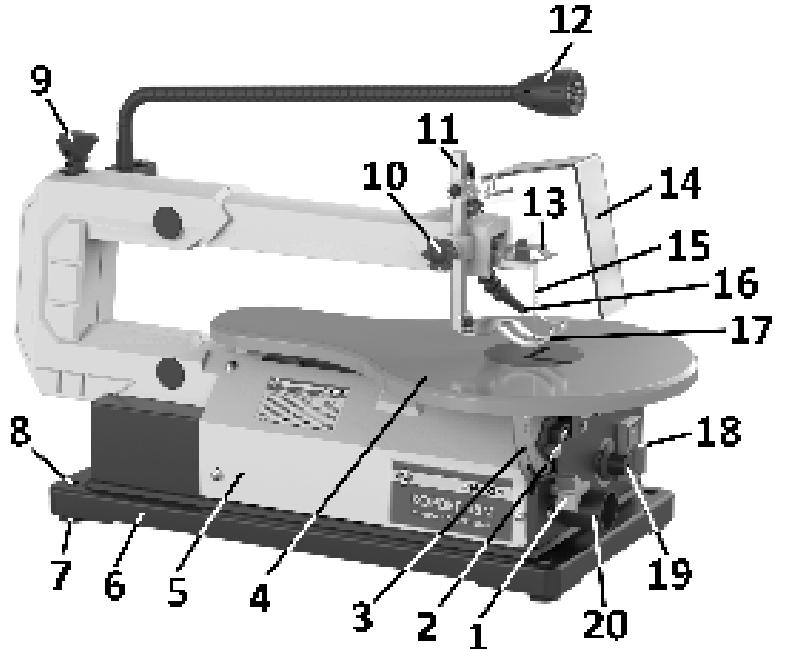

Рис. 2
8. СБОРКА, Рис.2
- 8.1. С защитного экрана пильного полотна (Б), Рис.1, демонтируйте прижимную лапку (17), Рис.2.
- 8.2. Выкрутите винт фиксации (10), установите и закрепите винтом фиксации (10) штангу (11) защитного экрана (14) пильного полотна (15). На штанге (11) установите и закрепите прижимную лапку (17).
9. СНЯТИЕ И УСТАНОВКА ПИЛЬНОГО ПОЛОТНА, Рис.2 + 6
- 9.1. Ослабьте натяжение пильного полотна (15) поворотом винта (9) на 2÷4 оборота по часовой стрелке, Рис.2.
- 9.2. Демонтируйте кожух (5), Рис.2.